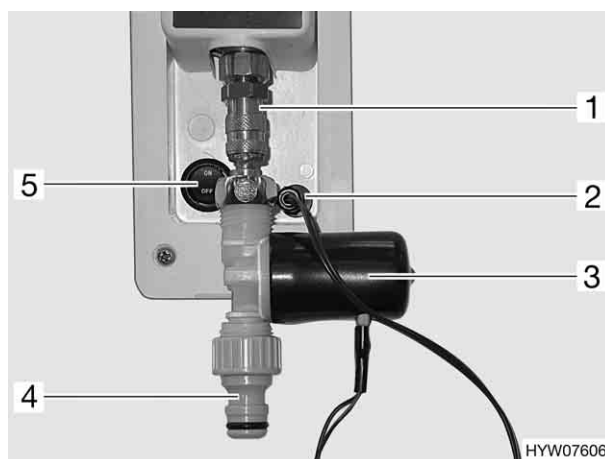

Fig. 112 Allacciamento acqua potabile COLORADO
- Inserire l'unità valvola sul gancio della chiusura rapida (Fig. 112,1) sul veicolo.
- Inserire un tubo flessibile per l'acqua con il gancio, sul gancio della chiusura rapida (Fig. 112,4).
- Inserire la spina (Fig. 112,2) per l'alimentazione elettrica della valvola di non ritorno (Fig. 112,3).
- Portare l'interruttore a bilico (Fig. 112,5) in posizione "ON". La pompa dell'acqua nel veicolo non è in funzione.
- Portare l'interruttore a bilico (Fig. 112,5) in posizione "OFF".
- Estrarre la spina (Fig. 112,2) per l'alimentazione elettrica della valvola di non ritorno.
- Spingere verso l'alto l'anello di fissaggio sul gancio della chiusura rapida (Fig. 112,1), rimuovere l'unità valvola e depositarla in un ambiente protetto dal gelo.